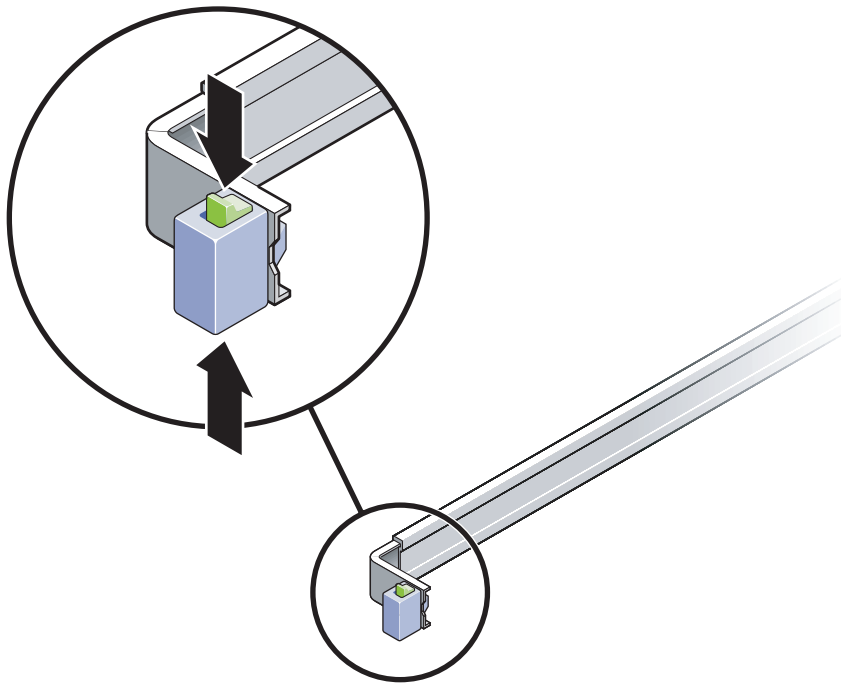

ABBILDUNG 2-12 Entriegeln der Schienenbaugruppe
2. Entriegeln Sie die Schienensperren (ABBILDUNG 2-12) an der rechten und linken Seite des Servergehäuses und ziehen Sie den Server langsam bis zum Anschlag der Schienen aus dem Rack.